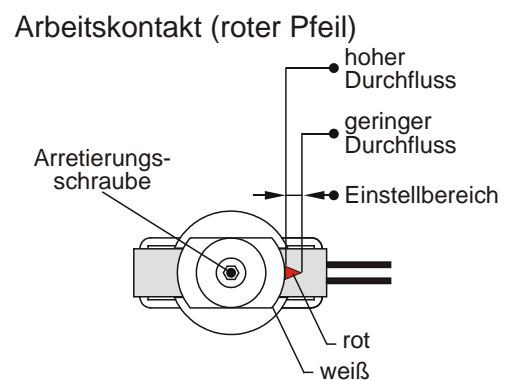
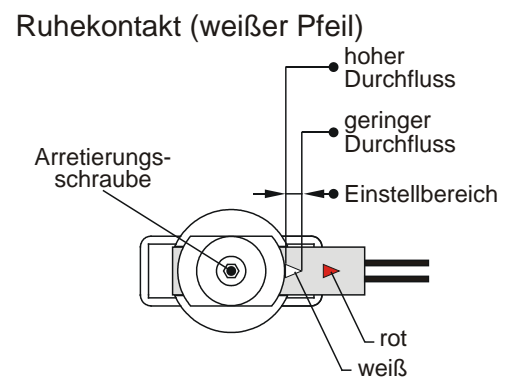

Abb. 18
Abb. 19
- ↪ Danach lösen Sie die Arretierungsschraube (Innensechskant SW2,5 bei Messing- und Edelstahlausführung bzw. Kreuzschlitz bei Kunststoffausführung) und verschieben die Schalteinheit so weit, dass bei gewünschtem Arbeitskontakt (→ Abb. 18) der rote bzw. bei Ruhekontakt (→ Abb. 19) der weiße Pfeil am Eingang der Führung der Schalteinheit sichtbar ist.